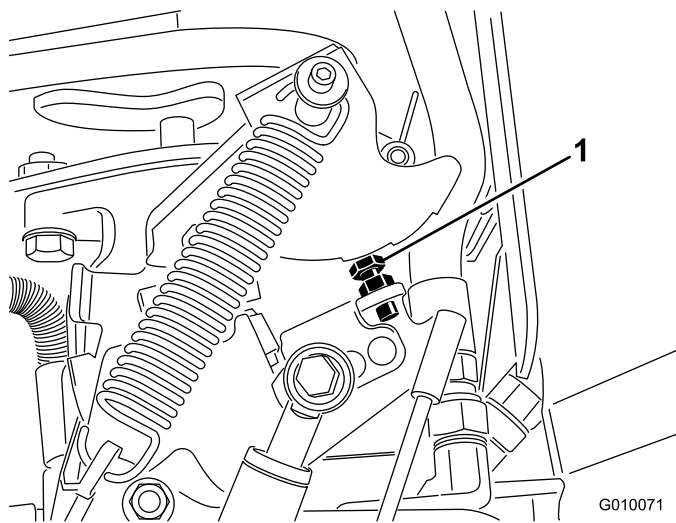

Bild 66
5. Wenn die Einstellung verstellt werden muss, drehen Sie die Pumpenanschlagschraube (Bild 66) mehr zur Anschlagplatte, um den Lochabstand zu verringern, oder drehen Sie die Anschlagsschraube von der Anschlagplatte weg, um den Lochabstand zu erhöhen.